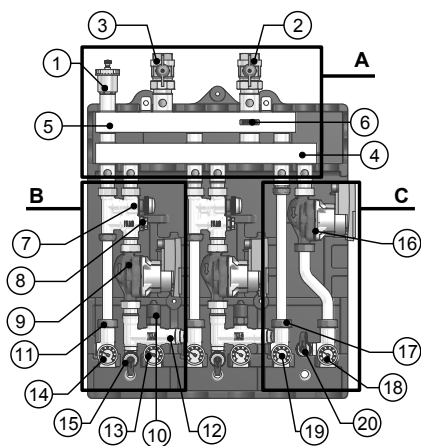

Fig. 2
En el módulo de mezcla, la temperatura de impulsión del agua se regula mediante una válvula mezcladora, controlada de manera automática por un actuador específico (cabeza termostática o motor). Para poner la instalación en condiciones próximas a las del diseño, es oportuno regular el by-pass secundario (B8 en la Fig. 2) abriéndolo el número correcto de vueltas, para efectuar una pre-mezcla que aumenta la capacidad de circulación y optimiza el funcionamiento de la mezcladora. Dicho número de vueltas puede calcularse de la manera siguiente:
2. Abra completamente el by-pass secundario de equilibrado (B8 in Fig. 2);
- B Si la temperatura de impulsión es inferior a la de diseño, empiece a cerrar lentamente el by-pass secundario de equilibrado (B8 in Fig. 2), controlando la temperatura de impulsión hasta que el valor de diseño se establezca gradualmente;